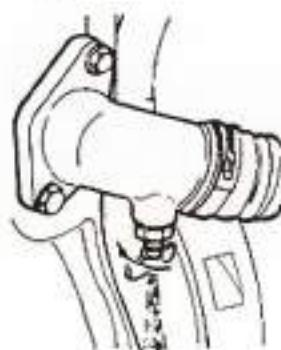

Рис. 2-12 Спуск воды
4. В зимних условиях, если остановка трактора длительная, сливать воду из системы охлаждения (рис. 2-12). Перед спуском воды двигатель должен остить до температуры 50~55°C, в противном случае может привести к повреждению деталей.